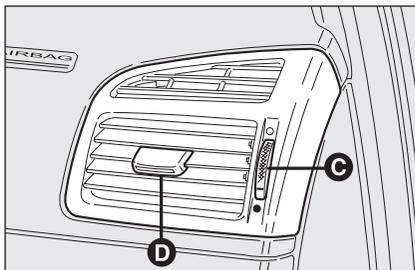

рис. 44
**БОКОВЫЕ ДЕФЛЕКТОРЫ рис. 44**